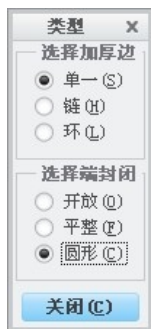

图 4.6.8 “类型”对话框
Step2. 单击 **草绘** 区域中的 **加厚** 按钮, 系统弹出图 4.6.8 所示的“类型”对话框, 选中其中的 **圆形(C)** 单选项, 在图形区中选取图 4.6.9 所示的直线为加厚边。